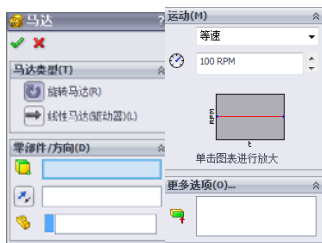

图 8-29 [马达] 属性管理器
- (1) 执行命令。单击 MotionManager 工具栏上的 [马达]  图标按钮。
- (2) 设置马达类型。弹出 [马达] 属性管理器，如图 8-29 所示。在属性管理器 [马达类型] 一栏中，选择旋转或者线性马达。
(3) 选择零部件和方向。在属性管理器 [零部件/方向] 一栏中选择要做动画的表面或零件, 通过 [反向]  按钮来调节。
(4) 选择运动类型。在属性管理器 [运动] 一栏中, 在类型下拉菜单中选择运动类型, 包括等速, 距离, 振荡, 插值和表达式。